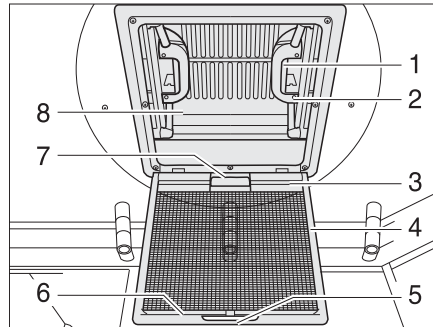

Fig. 45 Oblò a scatto
- Tirare la maniglia (Fig. 45,5).
- Ribaltare la protezione contro gli insetti (Fig. 45,4) verso il basso.
- Premere la chiusura a scatto (Fig. 45,1) verso l'interno dell'oblò (Fig. 45,8). Premere contemporaneamente verso l'alto l'oblò con la maniglia (Fig. 45,2).
- Spingere la protezione contro gli insetti (Fig. 45,4) verso l'alto finché non si innesta.
- Tirare con forza verso il basso le due maniglie (Fig. 45,2) dell'oblò (Fig. 45,8), fino a quando non scattano (Fig. 45,1) entrambe le chiusure.
- Tirare l'oscurante a rullo per la maniglia (Fig. 45,7) e agganciare il listello portaganci (Fig. 45,3) nel listello di supporto (Fig. 45,6) sulla protezione contro gli insetti.
- Staccare il listello portaganci (Fig. 45,3) dal listello di supporto (Fig. 45,6) e ricondurre lentamente in posizione l'oscurante a rullo.